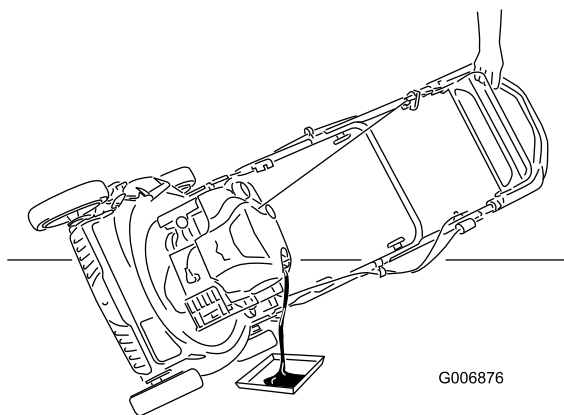

Figure 27
3. Inclinez la tondeuse sur le côté (filtre à air vers le haut) pour vidanger l'huile usagée par le goulot de remplissage (Figure 27).